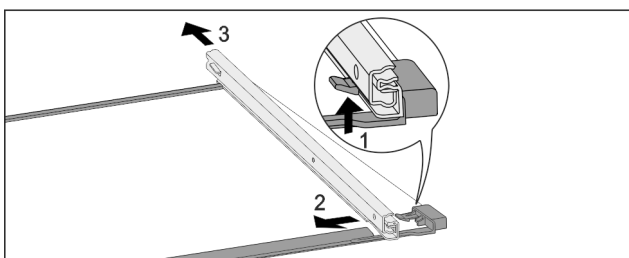

Fig. 172 Tablette en verre avec rails
- ▶ Pousser le crochet d'enclenchement avant vers le bas. Fig. 172 (1)
- ▶ Pousser le rail télescopique vers le côté Fig. 172 (2) et vers l'arrière Fig. 172 (3).